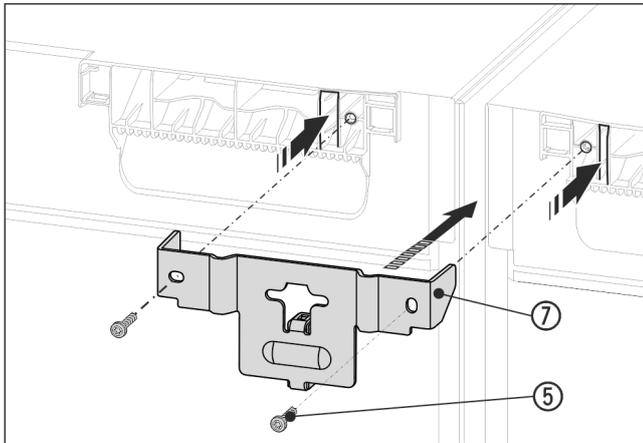

Fig. 19 Beispielhafte Darstellung
- ▶ Winkel Fig. 19 (7) mit dem Distanzstück zwischen die Geräte und mit den Laschen in die Gerätecke schieben. Mit 2 Schrauben Fig. 19 (5) festschrauben.